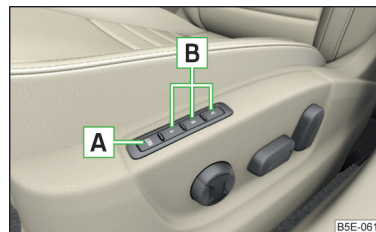

Fig. 85
» fig. 85.
- ▶ Maintenir la touche **SET** **A** » fig. 85 et enfoncer la touche mémoire **B** souhaitée simultanément dans un délai de 10 s. L'enregistrement est confirmé par un signal sonore.
- ▶ Mettre le contact et enfoncer la touche mémoire souhaitée **B** » fig. 85.